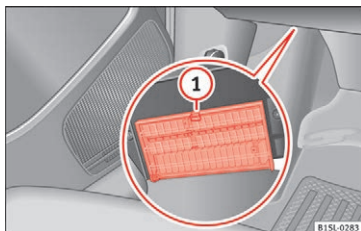

Fig. 82 Under instrumentpanelet i førersiden: afdækning på sikringsboks
- **Åbning:** Tryk på låsearmen » **Fig. 82** ①, indtil afdækningen kan åbnes. Klap afdækningen nedad og op.
- **Lukning:** Klap afdækningen opad modsat pilens retning, indtil du kan høre, at den går i hak i låsearmen ①.